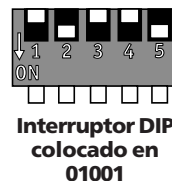

Figura 9e
3. Cambie las posiciones de los interruptores DIP, asegurando que sean diferentes de las posiciones del ventilador instalado previamente. Vea la Figura 9e.